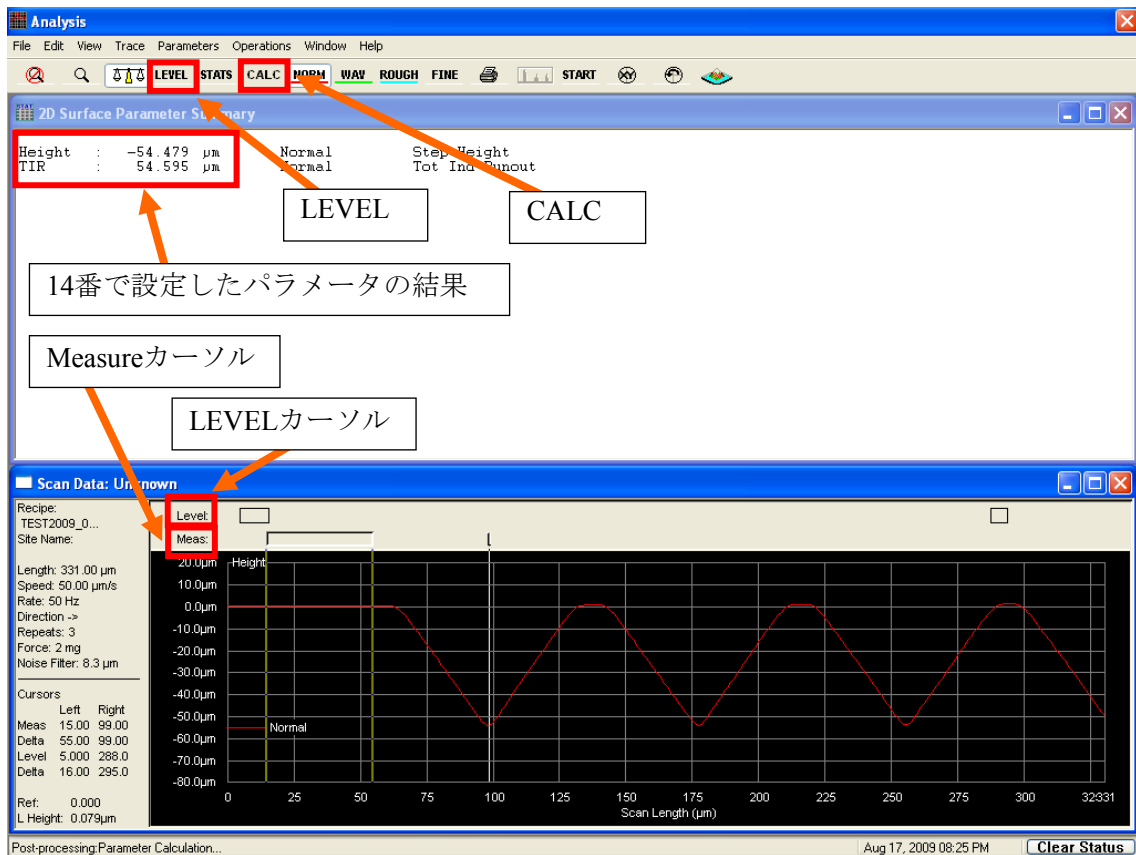

図6
22. 測定結果Analysisが表示される(図6)。
28. 図6のデータグラフをエクスポートするAnalysis画面にエクスポートするグラフを表示したままFile、Export Graph...を選択する。またはProfiler Catalog画面からScan Dataを選択し、必要なグラフを選択、表示し画面下のExport Graph...から保存する。